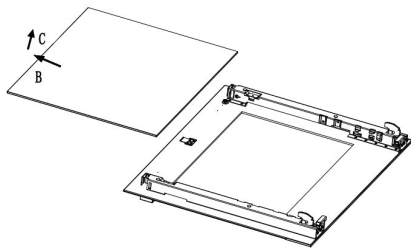

Fig 9 •
4. Nehmen Sie das mittlere Glas heraus (Abb. 9).